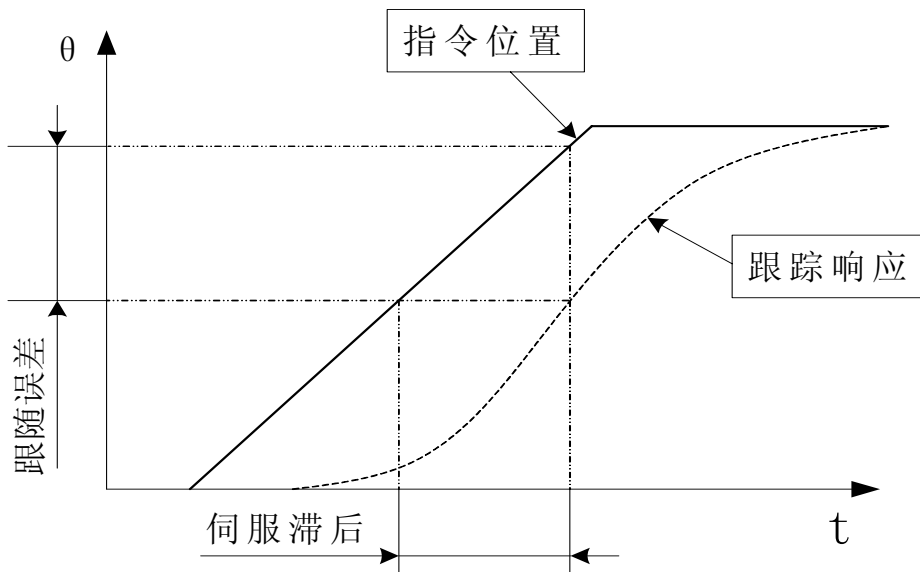

图 1-8 位置伺服静态曲线
**伺服静态性能：** 在伺服控制系统中，最重要的是稳定性问题。伺服的静态性能指标主要是定位精度，指的是系统过渡过程终了时实际状态与期望状态之间的偏差程度。影响伺服稳态精度的原因有位置测量装置的误差，也有系统误差，与系统本身的结构和参数有关。图 1-8 为位置伺服静态曲线图。